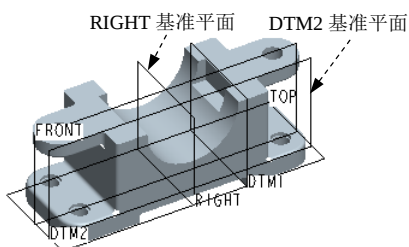

图 3.12.29 选取基准平面
(1) 定义草绘平面。在“截面”操控板的 **草绘** 界面中单击 **定义...** 按钮，选取图 3.12.29 所示的 RIGHT 基准平面为草绘平面，再选取图 3.12.29 所示的基准平面 DTM2，方向为左，单击 **草绘** 按钮。